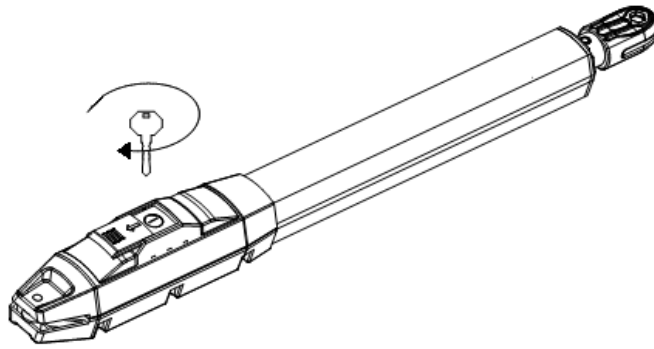

Abbildung 7
C) Entriegeln Sie vor der Installation die beiden Hauptgeräte. Entriegelungsmethode: Öffnen Sie die manuelle Entriegelungsabdeckung, führen Sie den Entriegelungsschlüssel ein und drehen Sie ihn, bis er sich entriegelt (siehe Abbildung 7). Drehen Sie anschließend den Teleskoparm; er lässt sich nun leicht von Hand ausziehen.